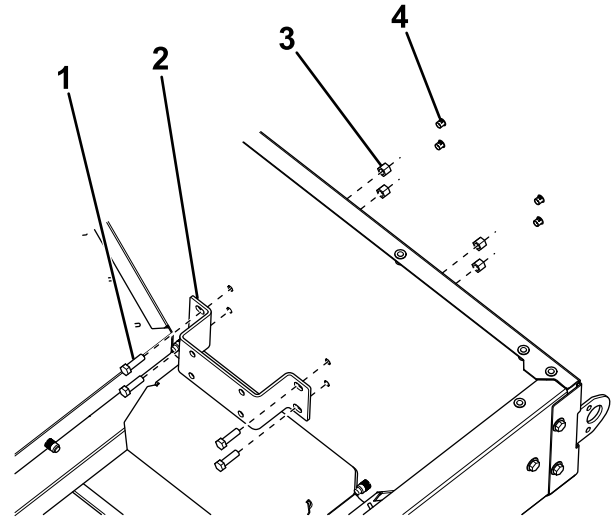

Figure 14
5. Déposez et mettez au rebut les 4 obturateurs à l'avant de l'épandeur (Figure 14).
6. Fixez une patte de montage d'un déflecteur sur la face intérieure à l'avant de l'épandeur en vous servant de 4 boulons ($\frac{3}{8}$ x $1\frac{1}{4}$ po) et 4 écrous (Figure 14).